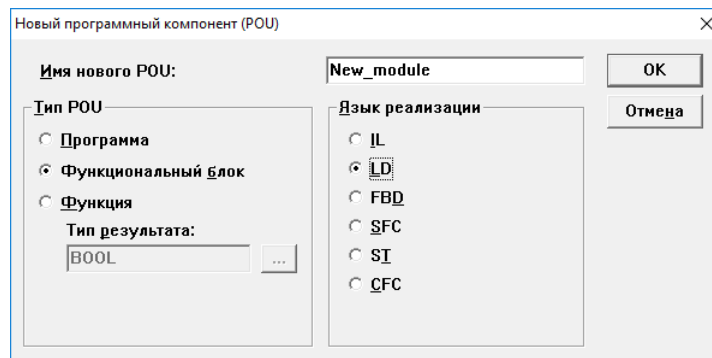

Рисунок 7.19 – Создание нового функционального блока
2. В проекта создать объект типа «Функциональный блок» (см. рисунок 7.19).